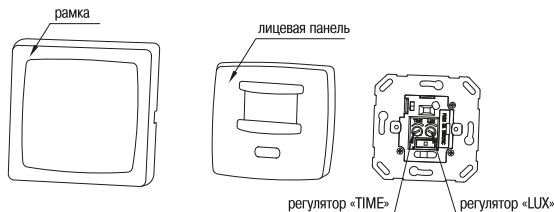

Рисунок 13 – Конструкция датчика движения ДД-030
- Снимите рамку, а затем лицевую панель с основания датчика, поддев её отвёрткой с прямым шлицем (рисунок 13).
Регулятор выдержки времени включения датчика TIME, освещённости LUX и переключатель режимов работы датчика находятся под лицевой панелью (рисунок 13), которая снимается с помощью отвёртки. Регулировка осуществляется с помощью отвёртки с прямым шлицем.